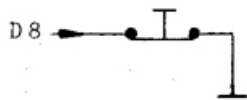
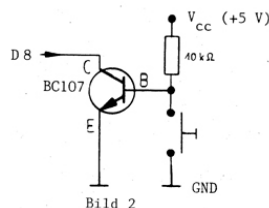

Bild 1: Ruhekontakt
Bild 2: Arbeitskontakt mit Inverter
Falls bei dieser Tastatur die Datenleitung D8 offen ist und nicht wie üblich auf Masse (Logisch 0) liegt, können die fehlenden, für die neue Software benötigten ASCII-Steuerzeichen auch erzeugt werden. Dazu braucht es eine zusätzliche Taste mit einem Ruhekontakt oder einen Arbeitskontakt mit Inverter. Da diese Tastatur zwei unbenutzte Tasten (A0 und B0) mit Arbeitskontakt besitzt (leider verstümmelte), kann die Lösung nach Bild 2 mit einer dieser Tasten realisiert werden. Beide Lösungsmöglichkeiten führen zum Ziel. Die Lösung nach Bild 1 ist mechanisch einfacher, während die Lösung nach Bild 2 optisch ansprechender ist.
3.2.1 Lösung nach Bild 1
3.2.2 Lösung nach Bild 2
- 3.2.2.2 Graue Litze (D8) des Anschlusskabels vom Print 810605 ablöten und mit dem Kollektor des Transistors BC 107 verbinden (siehe Bild 2 + 4).